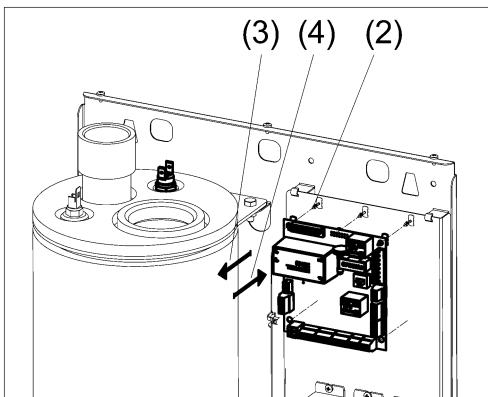

Рисунок 15. Замены платы контроллера
- (1)** Отсоедините все провода от колодки, которую требуется заменить (см. рис. 15);
- (2)** Нажмите плоской отвёрткой на “язычок” колодки;
- (3)** Чуть поверните колодку в сторону;
- (4)** Снимите колодку с DIN-рейки;
- (5)** Установите новую колодку на DIN-рейку взамен прежней;
- (6)** Подсоедините к новой колодке отсоединеные провода.